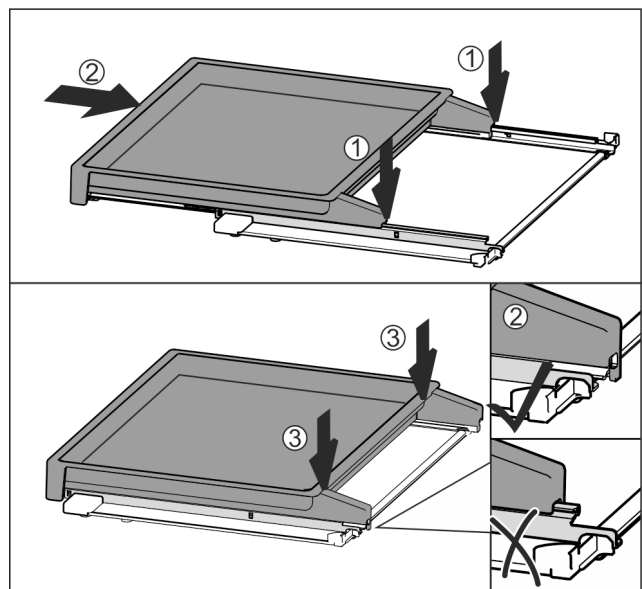

Fig. 116
- ▶ Mittig auf Schienen aufsetzen Fig. 116 (1).
- ▶ Auszugsbord vollständig einschieben Fig. 116 (2).
- ▶ An hinterer Seite drücken bis es hörbar einrastet Fig. 116 (3).